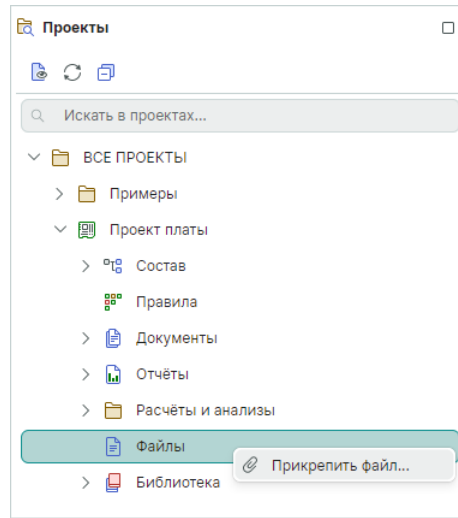

Рис. 37 Добавление файла в
1. Вызовите контекстное меню для узла «Файлы» и выберите пункт «Прикрепить файл», Рис. 37.